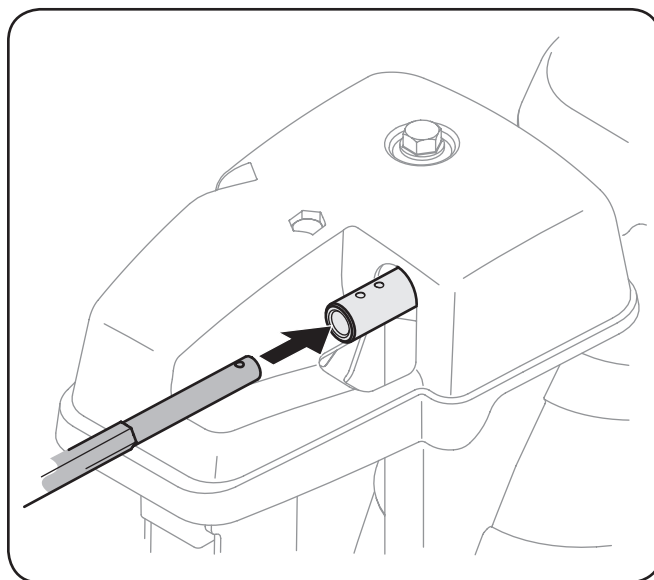

Figure 3-4
2. Insérez la tige de commande dans la tête de commande de la goulotte. Poussez la tige aussi loin que possible dans la tête de commande tout en gardant les trous sur la tige face vers le haut. Voir Figure 3-4.